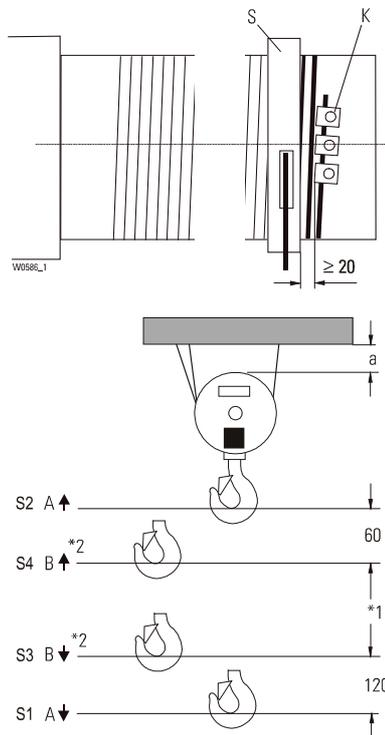

Fig. 73
4. Distancia mínima entre la guía-cable (S) y las uñas de apriete (K) para la sujeción del cable = 20 mm, ver Fig. 73, en caso oportuno ajustar de nuevo el interruptor de fin de carrera de elevación, véase pág.64.
2. Pulsar el botón de "puenteo" (U) situado en la botonera de mando y el botón "Arriba" al mismo tiempo hasta que el interruptor de fin de carrera de elevación de emergencia desconecte (A↑). En caso de que el polipasto de cable no siga su marcha es porque ya lo desconectó el interruptor de fin de carrera de emergencia en el paso 1 y el interruptor de fin de carrera de servicio no funciona.
4. Accionar el botón "abajo" y el botón de puenteo (U) para dejar la posición más alta.
6. Distancia mínima entre la guía-cable (S) y las uñas de apriete (K) para la sujeción del cable = 20 mm, ver Fig. 73, de no ser así ajustar de nuevo el interruptor de fin de carrera de elevación.
- Elevar el gancho 2/1 hasta a+10 mm (Fig. 73, Tab. 33), si fuera necesario, girar antes el tornillo de ajuste (S2) hacia la derecha.